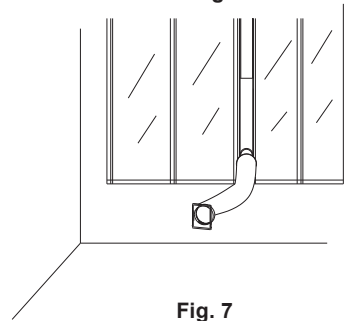

Fig. 7
7. Instale el tubo de salida de aire, el kit para ventana y sus accesorios en la ventana tal y como se muestra en la fig. 7.